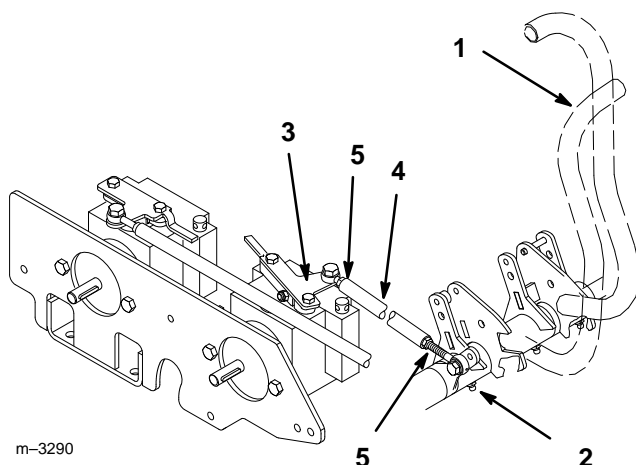

Figure 46
1. Desserrer les contre-écrous de la tige de commande de la pompe (Fig. 46).
2. Pousser le levier de traction contre la butée avant et le maintenir fermement dans cette position (Fig. 46).
3. Visser la tige de commande de pompe jusqu'à ce que la plaque de commande de pompe soit en position maximum de marche avant (Fig. 46). Le levier de traction se soulève alors de la butée de marche avant.
4. Allonger la tige en la vissant d'un tour complet, puis serrer les contre-écrous (Fig. 46).